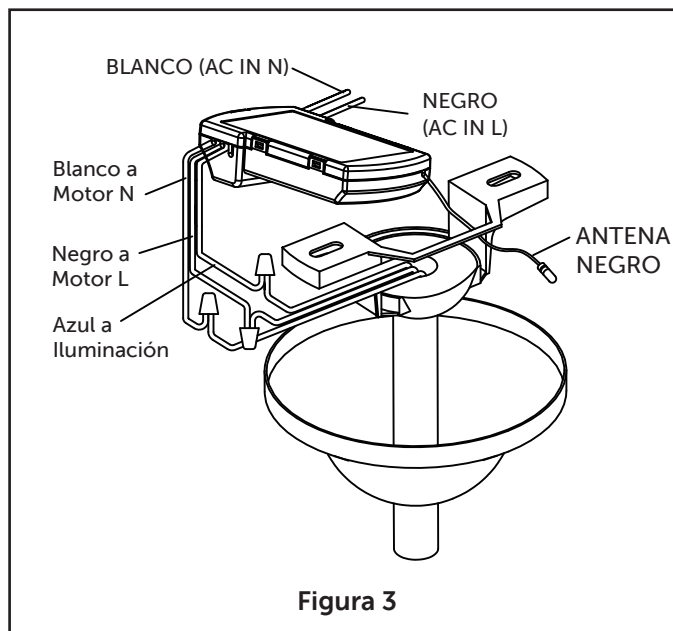

Figura 3
- Coloque todos los cables conectados y la antena del receptor para permitir la instalación en la carcasa del techo. (Figura 3)